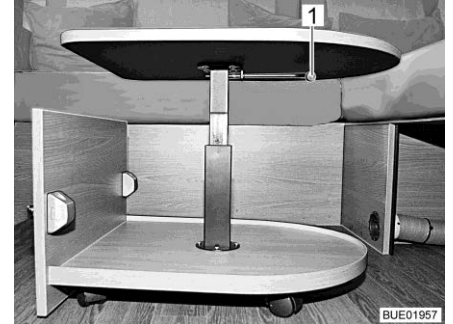

Fig. 132 Mesa de centro extendida
- Girar la palanca de bloqueo (Fig. 132,1) 90° hacia abajo.